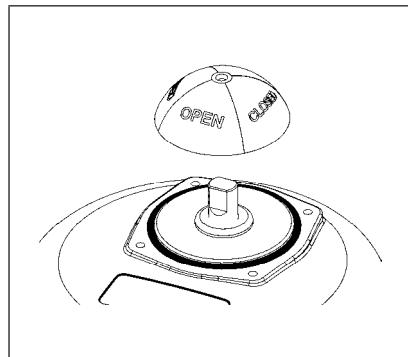

Bild 10:
- Stellungsanzeiger entfernen (siehe „Bild 10“).